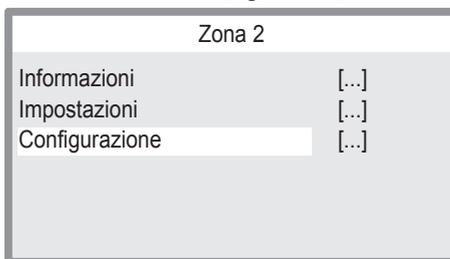

Figura 2.29
- Premere il tasto 15 (Figura 2.22) per accedere al menu selezionato (Figura 2.29).